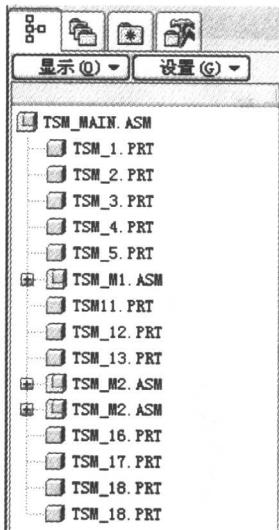

图 1-1 装配模型树
- (1) 组件：又称装配体，由零部件构成，可以看作是零部件的装配集合。在一个组件中，又可以包含若干个子组件。
- (2) 元件：组件的基本组成单位。在组件中，零件是指元件。
- (3) 装配模型树：装配模型树位于导航区的 (模型树) 选项卡中，是一种比较形象的“树状”层次结构，如图 1-1 所示。在装配模型树中， 图标表示组件或子组件， 图标表示零件。